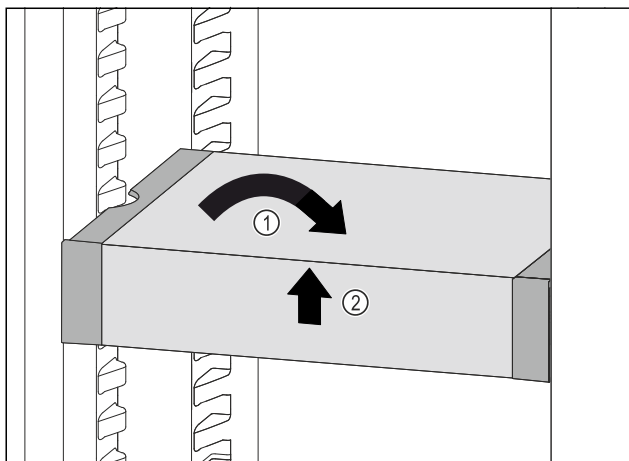

Fig. 126
- VarioSafe postavte rovně. Fig. 126 (1)
- VarioSafe vpředu zvedněte. Fig. 126 (2)